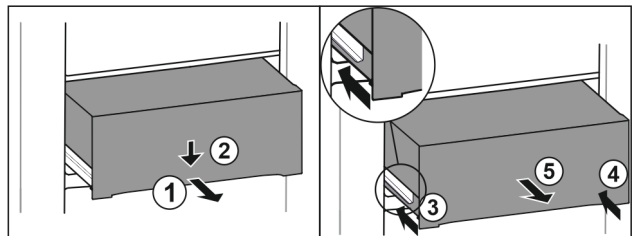

Fig. 188
- ▶ Вытяните выдвижной ящик наполовину. *Fig. 188 (1)*